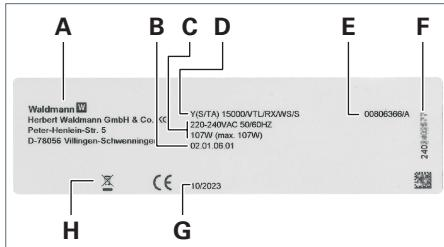

Fig. 36: Targhetta testa dell'apparecchio (esempio).
- Testa dell'apparecchio presente, a partire dal numero di serie 2402389763, vedere Fig. 36.